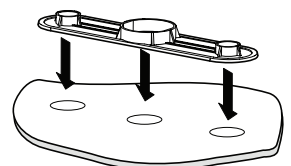

Fig. 1.5
- Aligner et presser en place (fig. 1.5).
- Align and press into place (fig. 1.5).